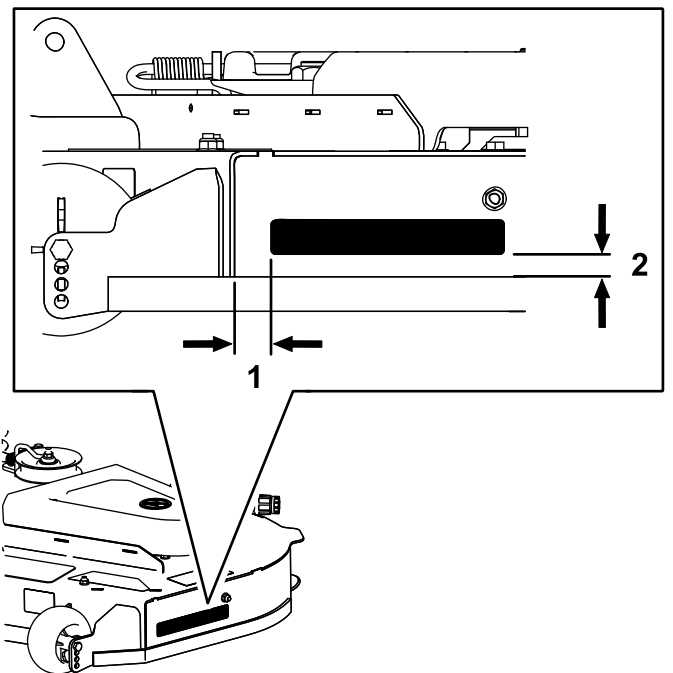

Figure 15
1. Appliquez l'autocollant sur le plateau de coupe, à l'emplacement indiqué à la Figure 15.